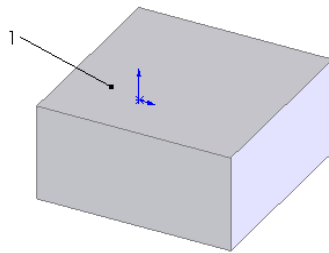

图 3-75 拉伸的图形
**03** 拉伸实体。在菜单栏中选择“插入”→“凸台/基体”→“拉伸”命令，或者单击“特征”工具栏中的“拉伸凸台/基体”图标按钮，将上一步绘制的草图拉伸为“深度”为 30 的实体，结果如图 3-75 所示。
**04** 设置基准面。选择图 3-75 中的表面 1，然后单击“标准视图”工具栏中的“正视图”图标，将该表面作为绘制图形的基准面。